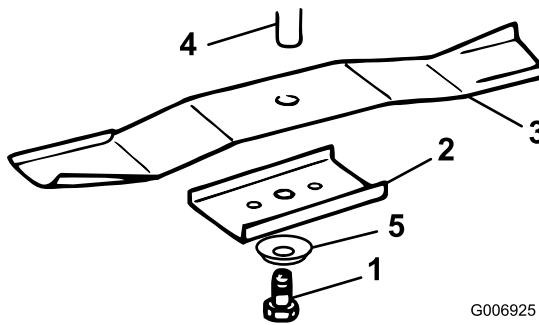

Figure 30
- Enlevez le boulon (clé de 16 mm [5/8"]), la rondelle bombée, le porte-lame et la lame (Figure 30). Pour enlever le boulon, bloquez éventuellement la lame en introduisant une cale en bois entre la lame et le carter du plateau de coupe.
- Montez chaque lame, le porte-lame, la rondelle bombée (face concave vers la lame) et le boulon de lame (Figure 30).